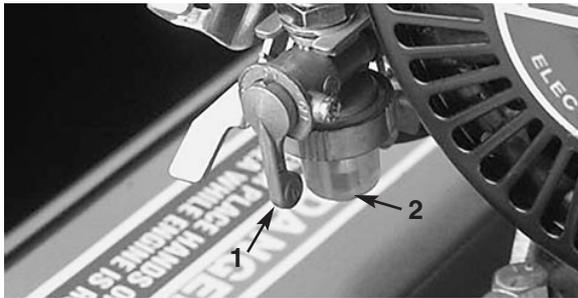

Figure 27
1. Fermer le robinet d'essence et dévisser la cuvette du filtre (Fig. 27).